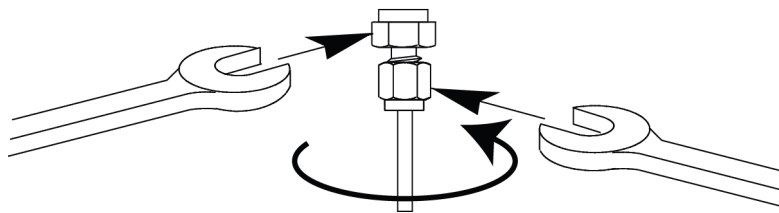

Figure 19. Serrage final
7. Pour des raccords Swagelok de 1/8 de pouce, utilisez une paire de clés plates pour serrer le raccord de 3/4 de tour. Reportez-vous à la **Figure 19**.